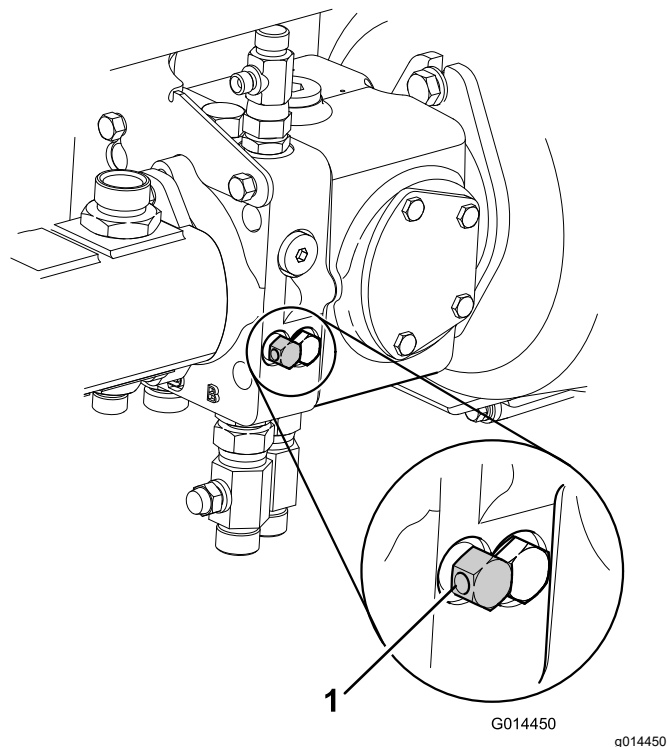

Bild 47
3. Drehen Sie das Sicherheitsventil an die Getriebepumpe (Bild 47) nach rechts, um es zu schließen.